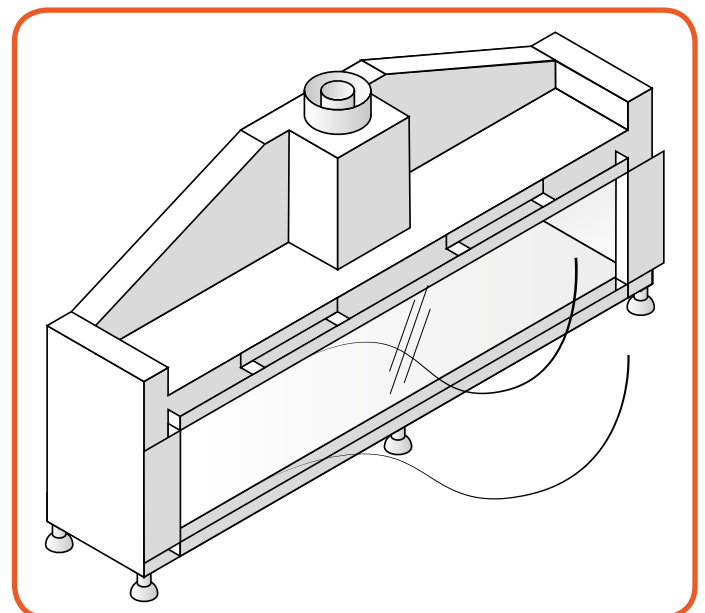

Figura 10.4 - Rimozione dei cordini
- Dunque rimuovere i cordini che tengono fissato il vetro (*Figura 10.4*).